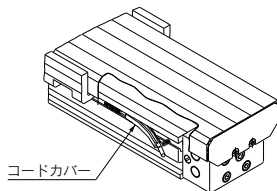

図3 コードカバー装着図
3) 予めリード線をコードカバー内に装着させた状態でシリンダ本体に装着してください。(図3参照)